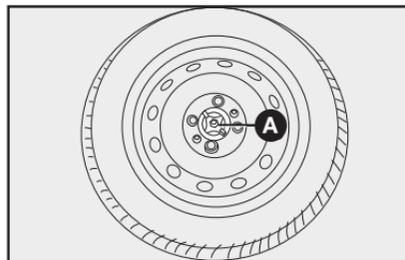

fig. 2
– Afloje el dispositivo de bloqueo **A-fig. 2**, saque el portaherramientas y la rueda de repuesto colocándolos junto a la rueda que debe sustituir.